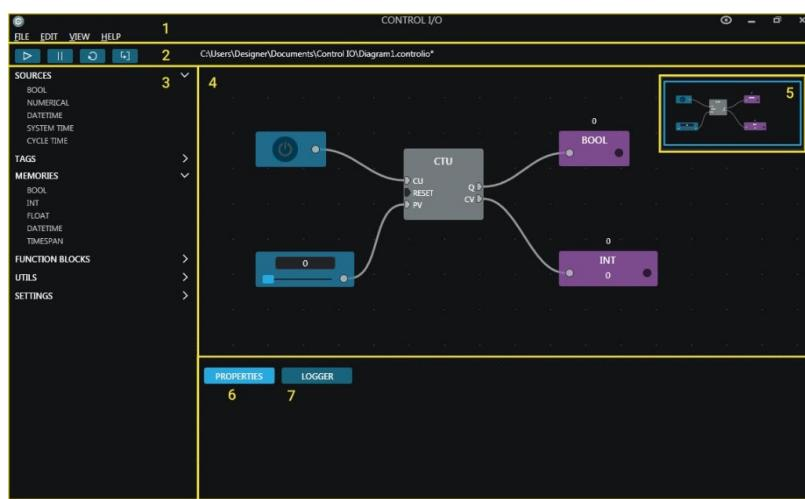

Рисунок 1 – Код Control I/O
Все иллюстрации (эскизы, схемы и т.д.) в КП должны быть обозначены. Под иллюстрацией необходимо писать слово «Рисунок» и указывать номер его. Нумеровать рисунки следует в пределах задания арабскими цифрами. Рисунки могут иметь наименование и пояснительные данные (подрисуночный текст). Слово «Рисунок» и наименование помещают после пояснительных данных и записывают следующим образом: «Рисунок 1 - График логарифмической фазо-частотной характеристики». Ссылки в тексте на номер формулы дают в скобках, например, « в формуле (1)». Таблицы в тексте нумеруют арабскими цифрами сквозной нумерации. Допускается нумеровать таблицы в пределах раздела. В этом случае номер таблицы состоит из номера раздела и порядкового номера таблицы, разделенных точкой. На все таблицы должны быть приведены ссылки в тексте пояснительной записи, при ссылке следует писать слово «таблица» с указанием номера. Допускается помещать таблицу вдоль длинной стороны листа. В том случае, если продолжаете таблицу на следующем листе, тогда на той странице, на которой продолжаете таблицу нужно в правом верхнем углу пояснить, что таблица продолжается. Например, напечатать вверху страницы «Продолжение таблицы 1.2»